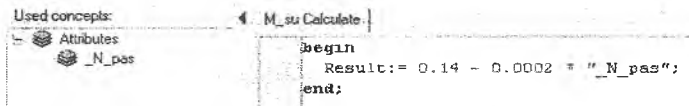

Рис. 4. Атрибуты и тело скрипта *Msu Calculate*
- Укажите параметры скрипта: перетащите необходимые атрибуты на концепт скрипт (все параметры скрипта можно увидеть во вкладке *Uses*). Параметром скрипта *M\_su Calculate*, вычисляющего относительную массу силовой установки, является атрибут *\_N\_pas* (рис. 4).